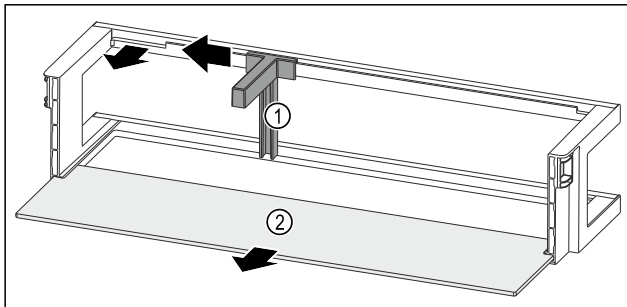

Fig. 123 Türabsteller mit Flaschenhalter und Abstellfläche
- ▶ Flaschenhalter Fig. 123 (1) bis zur Aussparung zur Seite schieben.
- ▶ Flaschenhalter Fig. 123 (1) entnehmen.
- ▶ Abstellfläche Fig. 123 (2) entnehmen.